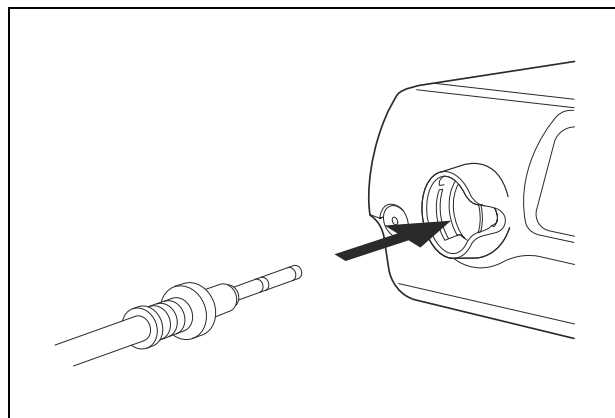

Figura 4.2
2. Inserte el conector de luz en la toma de salida del panel frontal de la fuente de luz hasta el tope (véase la figura 4.2).